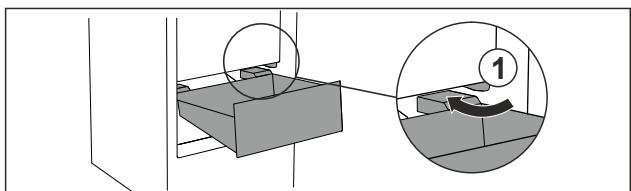

Fig. 78
- Prevedte zásuvku šikmo okolo zarážok Fig. 78 (1).